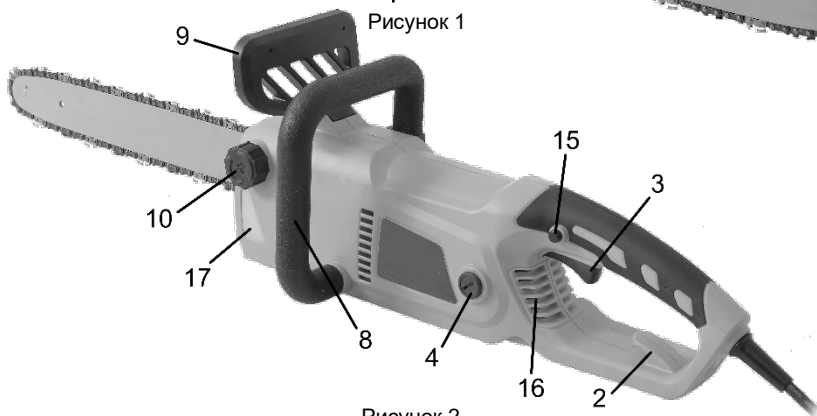

Рисунок 2
Перед роботою та при роботі обов'язково перевіряйте та доливайте оливу для змащування ланцюга. Горловина (10, рисунок 2) для заправлення оливою для ланцюга позначена відповідним зображенням. Рекомендовано використовувати тільки спеціальну оливу для ланцюгів. Олива для ланцюгів значно знижує тертя та нагрів ланцюга і напрямної шини, полегшує їх очищення від стружки та пилу, надійно захищає від корозії та придатна до всесезонного використання.
4.1.6 Для ввімкнення виробу натисніть на кнопку блокування від випадкового запуску (15, рисунок 2), а потім на пускову клавішу (3, рисунок 2). Для вимкнення виробу клавішу слід відпустити.